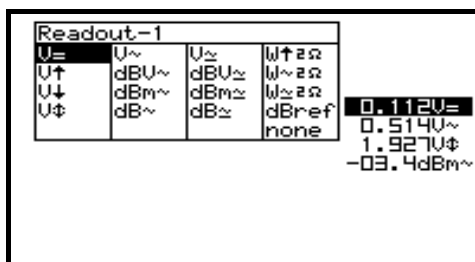

Fig 17
2. Utilisez les touches curseur pour choisir la fonction désirée pour ce premier appareil de mesure. (fig. 17)